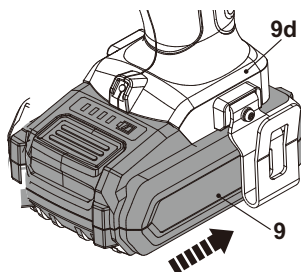

Fig. 2
- > Bloquear o interruptor de ligar/desligar (5) para evitar o arranque acidental, movendo o controlo de rotação para a frente/ para trás (4) para a posição central (ver secção "Funções do produto - Controlo de rotação para a frente/trás").
- > Alinhar o conjunto de baterias (9) com as ranhuras deslizantes da porta de atracagem da bateria (9d) e fazer deslizar o conjunto de baterias para dentro para a fixar. Certifique-se de que clica no lugar (Fig. 2).